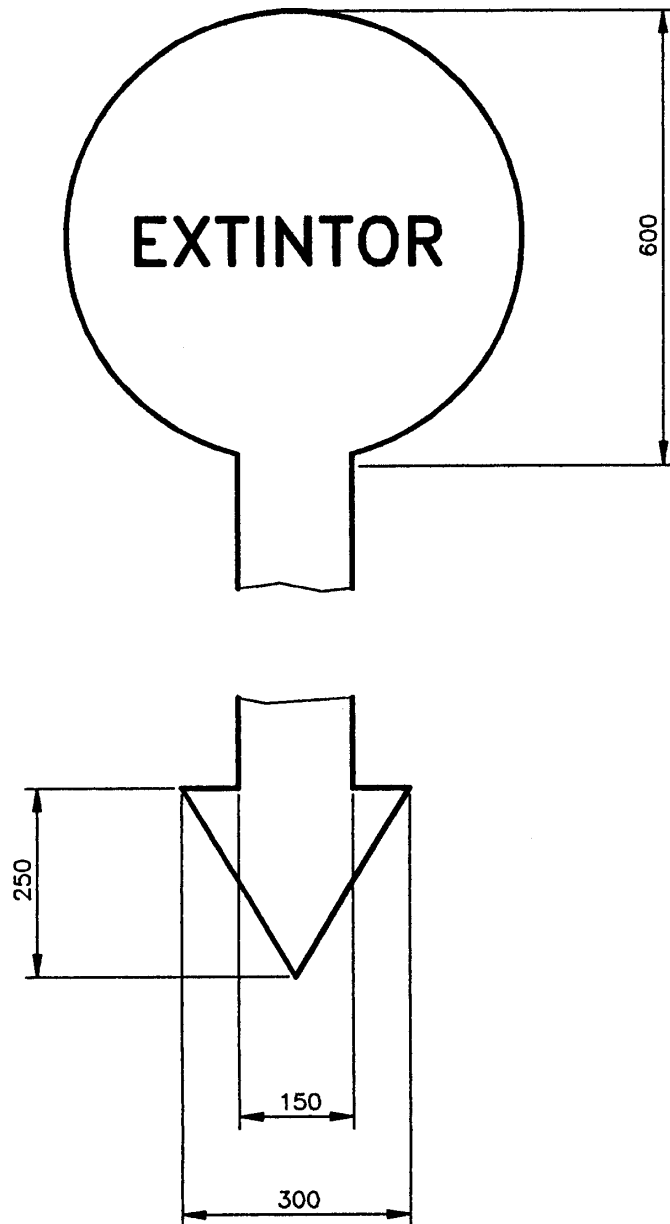

Figura 2
**5.3** Cuando los discos se coloquen al exterior, o en dependencias de gran extensión (garages, almacenes, naves), sus medidas deben ser las indicadas en la figura 2.
**A.1** Se debe pintar en la pared, un círculo rojo con una flecha en el sentido de la ubicación del extintor (figura 2). Sobre el disco debe estar pintada en blanco la palabra EXTINTOR.